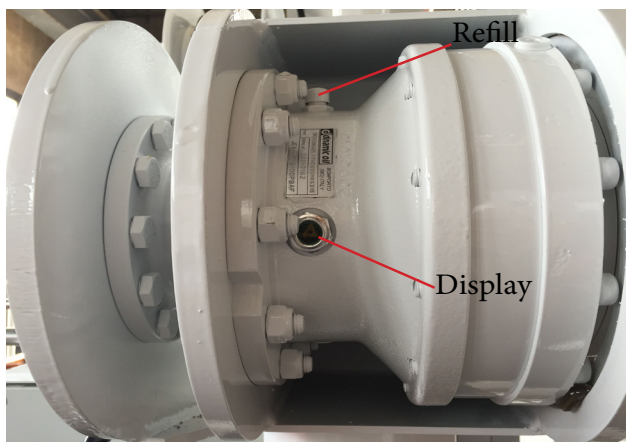
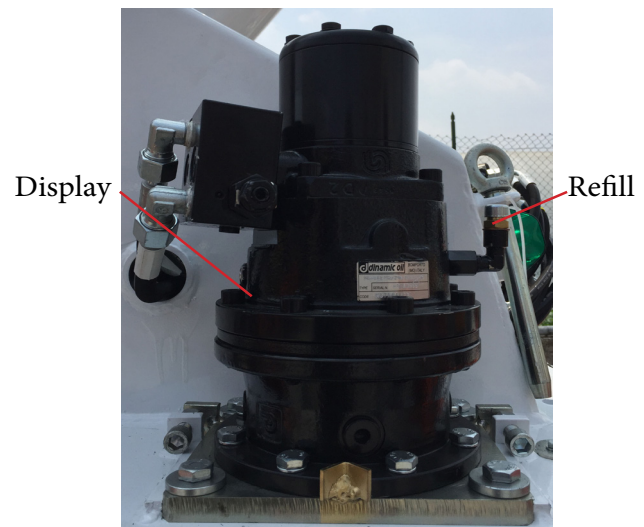

Fig. 5.4
Fig. 5.5
- Vérifier le niveau d'huile dans le réducteur d'orientation du panier et, pour les modèles où il est installé, dans le réducteur de rotation de la tourelle, à l'aide du visualiseur des Fig.5.4 et Fig5.5. Lorsque le spectateur est en position horizontale, le niveau d'huile doit être à mi-chemin. En cas de manque d'huile, faire l'appoint à partir du bouchon approprié. Voir également le manuel d'utilisation et d'entretien relatif joint à ce manuel.